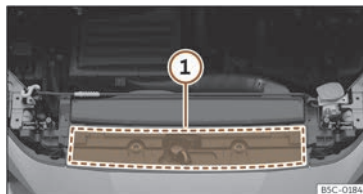

Abb. 228 Im Motorraum: Position des Aufklebers mit Motoröl-Spezifikationen
raums >>> (Abb. 228) ①. Bei Verwendung des empfohlenen Motoröls kann das Motoröl so oft wie erforderlich nachgefüllt werden.